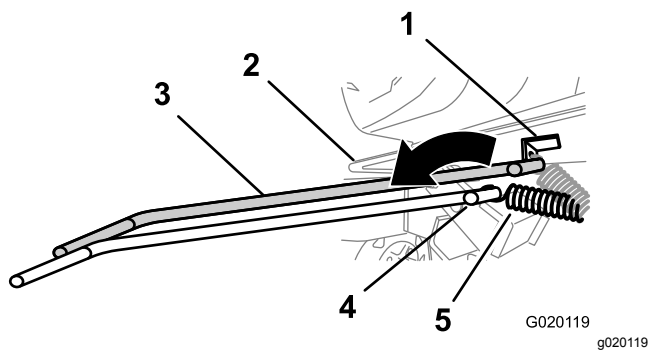

Figura 50
7. Usando una herramienta para la retirada de muelles (Pieza Toro N° 92-5771), retire el muelle del anclaje de la chapa del motor (Figura 50).
7. Usando una herramienta para la retirada de muelles (Pieza Toro N° 92-5771), instale el muelle tensor en el anclaje de la chapa del motor (Figura 50).